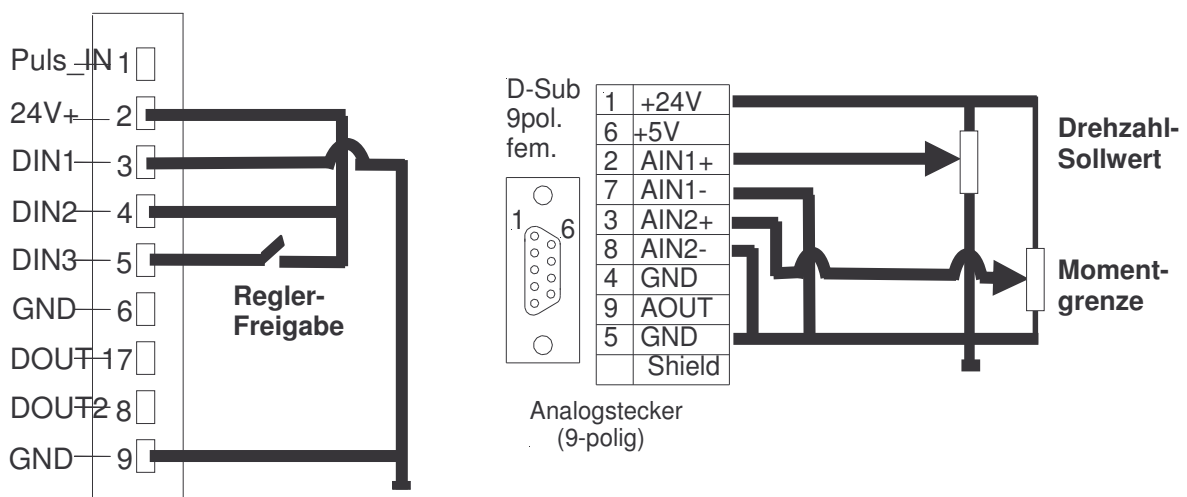

Abbildung 21
1. Verdrahtung der Klemmen des S200-Servogerätes gemäss nebenstehender Skizze Abbildung 21.